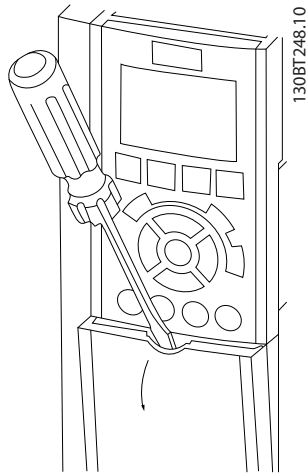
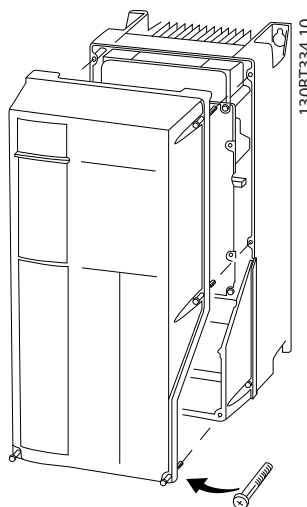

Abbildung 4.3 Zugang zur Verkabelung bei Gehäusen der Schutzarten IP20 und IP21
Abbildung 4.4 Zugang zur Verkabelung bei Gehäusen der Schutzarten IP55 und IP66
- Entfernen Sie die Abdeckung mit einem Schraubendreher (siehe *Abbildung 4.3*) oder indem Sie die Befestigungsschrauben lösen (siehe *Abbildung 4.4*).